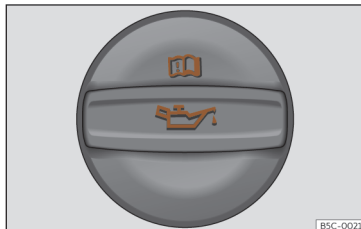

Fig. 211 Tampão do bocal de enchimento do óleo do motor no compartimento do motor.
- Desenroskar o tampão do bocal de enchimento de óleo do motor»» Fig. 211.